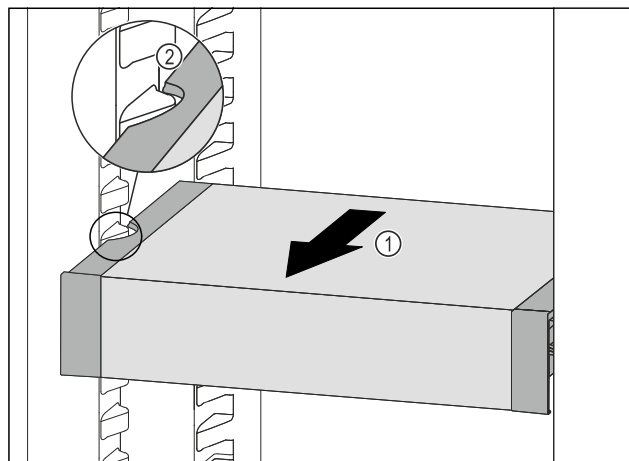

Fig. 129
- VarioSafe nach vorne ziehen Fig. 129 (1), bis sich die seitlichen Aussparungen des VarioSafes auf Höhe der Behälterrippe im Kühlteil befinden. Fig. 129 (2)